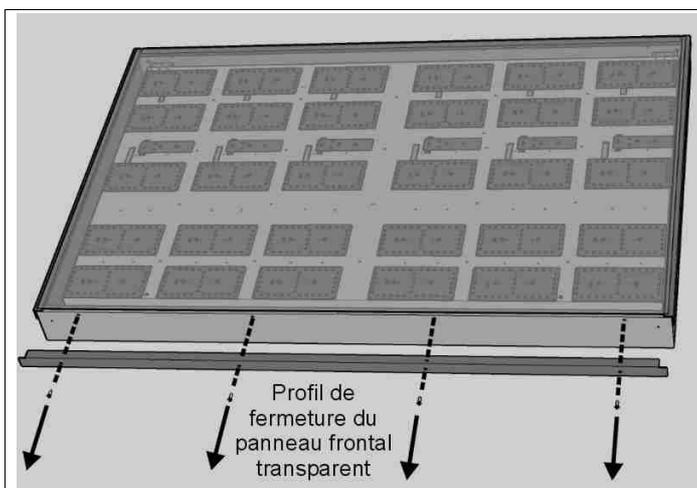

Fig. 12: Vis de serrage du panneau frontal
2. Ôtez un profil métallique latéral du module où est installée la carte à remplacer en dévissant les vis de serrage (Fig. 12) avec un tournevis cruciforme.